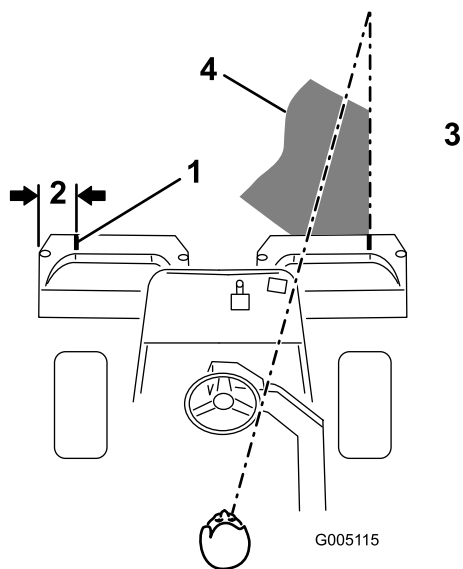
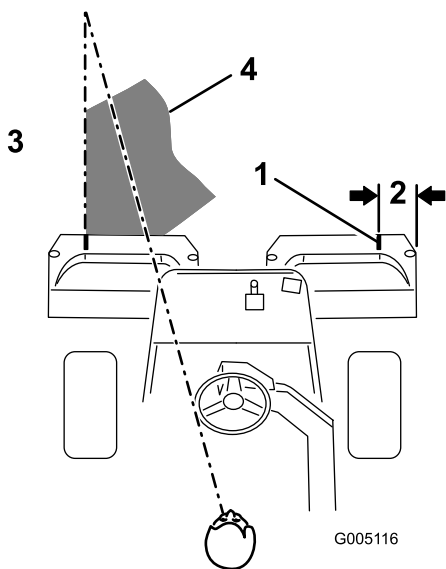

図 39
図 40
2. その位置に白色テープか白ペンキで集草箱の縁と平行に目印を入れる（図 39）。
3. 行きと帰りでのオーバーラップができるだけ小さくなるように運転します。隣の列との距離を一定に保って直進するには、本機の前方向約2~3mを視野に捕らえておくのがポイントです(図39および図40)。ハンドルを目印にして距離を合わせても良いでしょう。その場合、ハンドルの縁と本機前方の目標ラインとを重ねて見ながら運転します(図39および図40)。